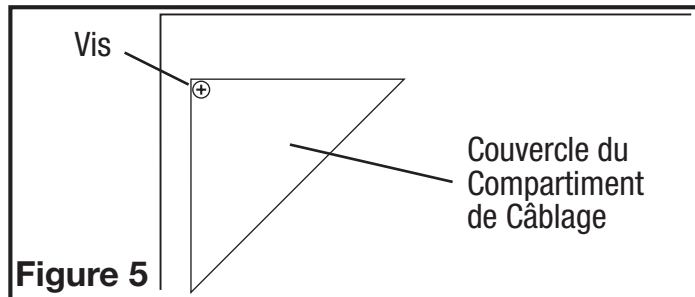

Figure 5
- 1a. Compartiment de Câblage Extérieur : Enlever le vis du couvercle du compartiment à câblage et mettre ce couvercle dans un endroit fiable (Figure 5).